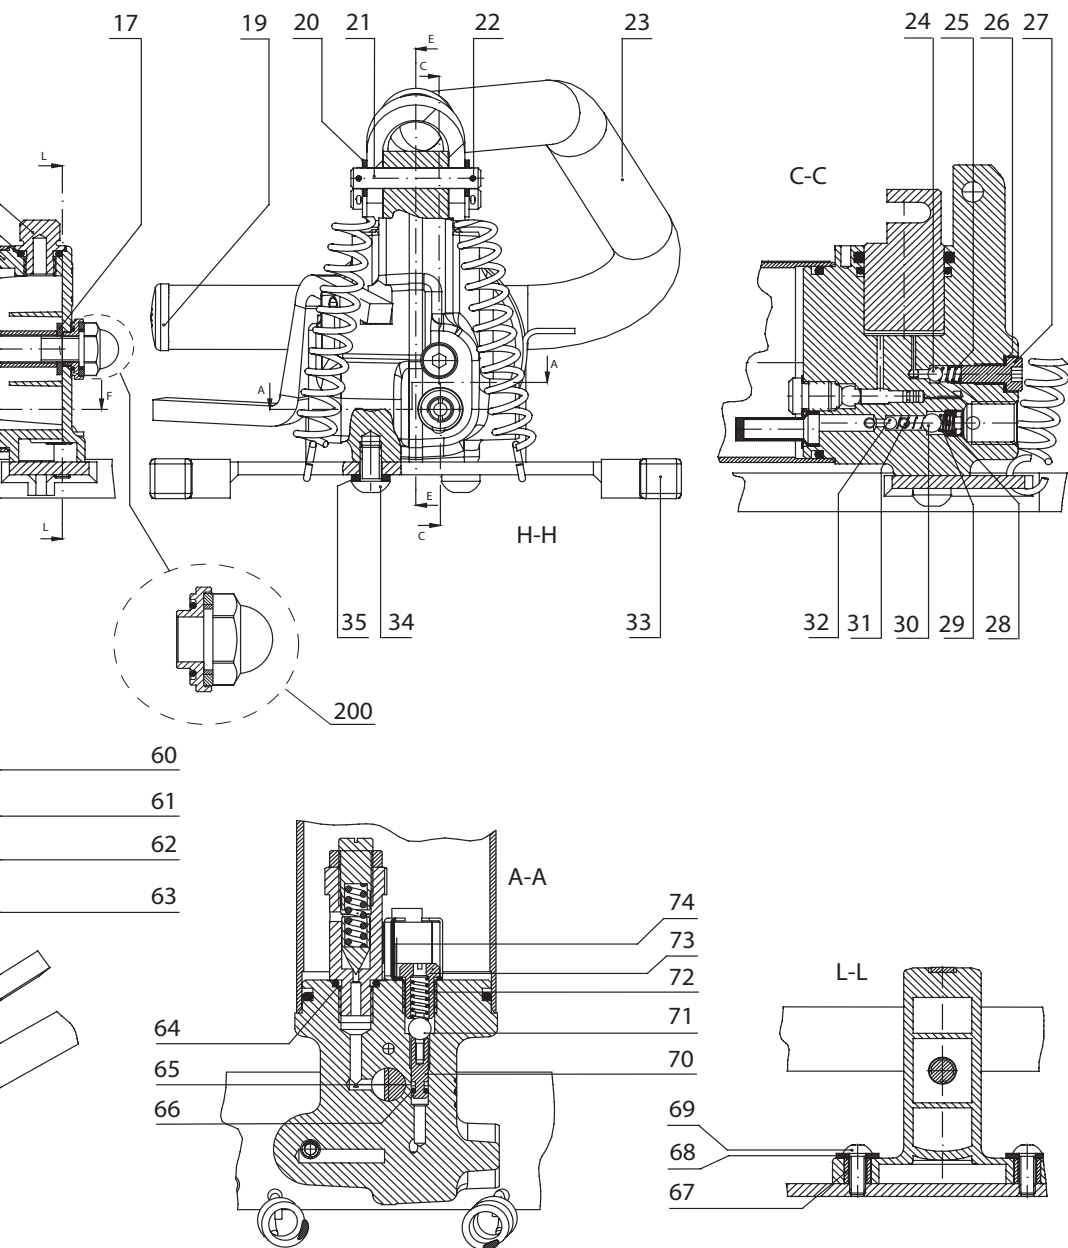

FIG. 7 SEZIONE POMPA
10. LISTA DEI COMPONENTI DELLA POMPA (Rif. a Fig. 7)